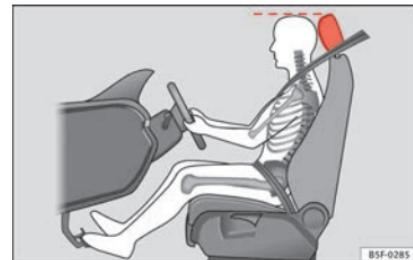

Fig. 85 Corretto posizionamento del poggiapiedi del conducente.
- Regolare il poggiapiedi portando il suo bordo superiore alla stessa altezza della parte superiore della testa » fig. 85.